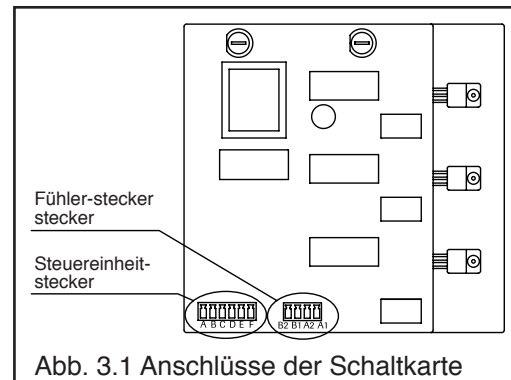

Abb. 3.1 Anschlüsse der Schaltkarte
- Verbinden Sie die Anschlüsse der Steuereinheit und des Fühlers mit den Steckern der Platine (Abb. 3.1).